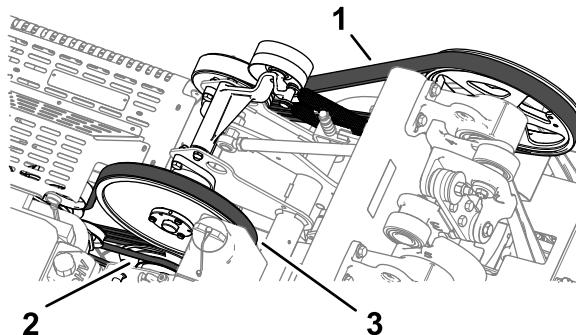

Figura 175
2. Esamineate la cinghia della pompa idraulica, dell'albero ausiliario e dell'albero motore (Figura 175) per individuare eventuali danni, segni di usura, eccessive fessurazioni dei cuscinetti o grossi detriti incastriati.